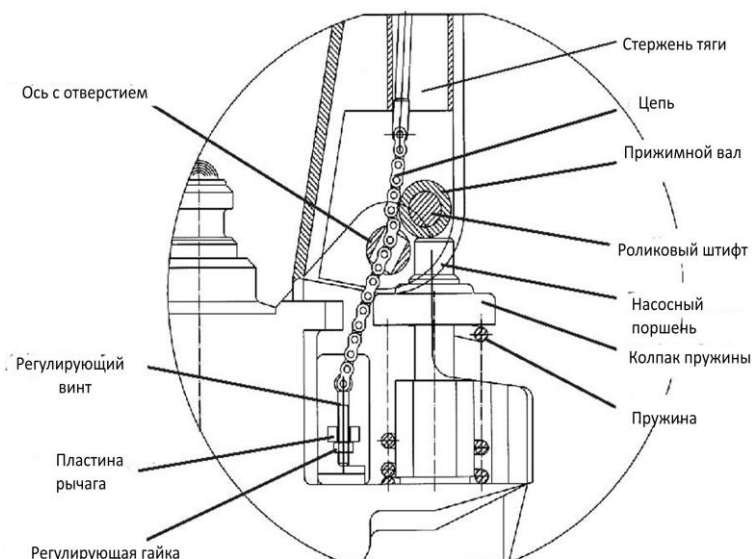
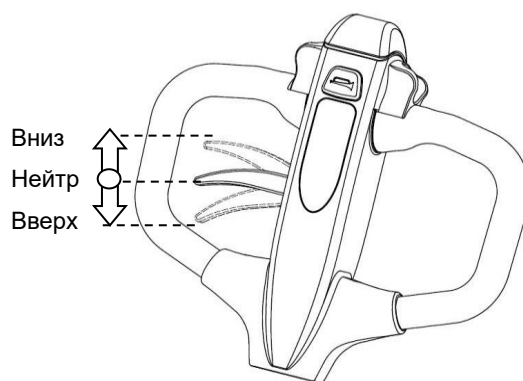

Рис. 7: Боковая проекция
Рис. 8: Рукоять SPT 15
- Установить контрольный рычаг рукояти в нижнее положение, затем пропустить регулирующие гайку и винт через отверстие оси (рис. 7).
д) Установить контрольный рычаг (рис. 8) ручки в положение 'ВВЕРХ', затем поднять пластину рычага и вставить регулирующий винт в переднее отверстие пластины рычага. Примечание: крепить гайку под пластиной рычага. (рис. 7)
Многофункциональную рукоять управления SPT 15 можно переключать в 3 положения (рис. 8), которые осуществляют:
Если необходимо, можно отрегулировать рычаг, выполняя следующие действия (рис. 7):